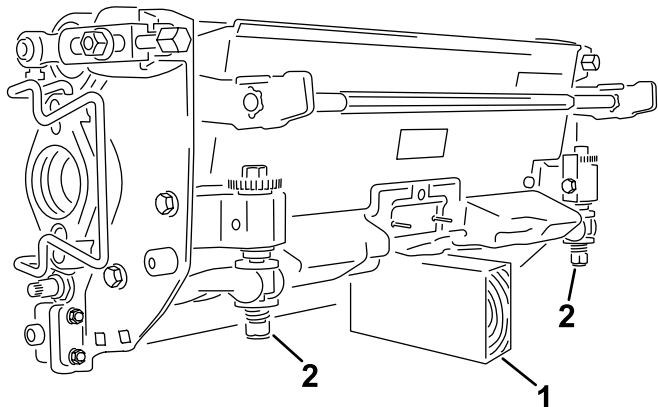

Figure 12
**Remarque:** Vérifiez que les écrous à l'arrière des boulons de réglage de la barre d'appui ne reposent pas sur la surface de travail (Figure 12).
Chaque fois que vous devez basculer l'unité de coupe pour exposer la contre-lame/le cylindre, soutenez l'arrière de l'unité pour que les écrous situés à l'arrière des boulons de réglage de la barre d'appui ne reposent pas sur la surface de travail (**Figure 12**).